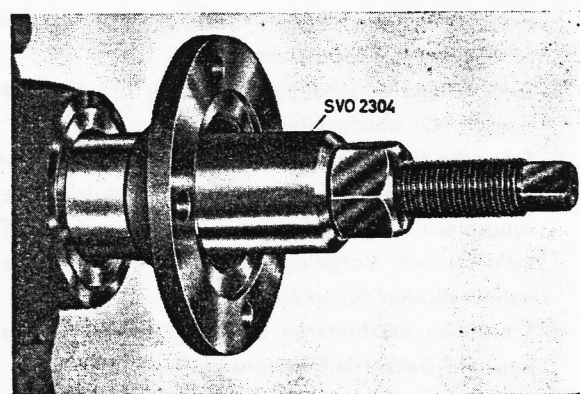

Bild 3-15. Abtriebsflansch aufpressen
4. Abtriebsflansch mit Abziehvorrichtung SVO 2304 aufziehen, siehe Bild 3-15, und übrige Teile befestigen.